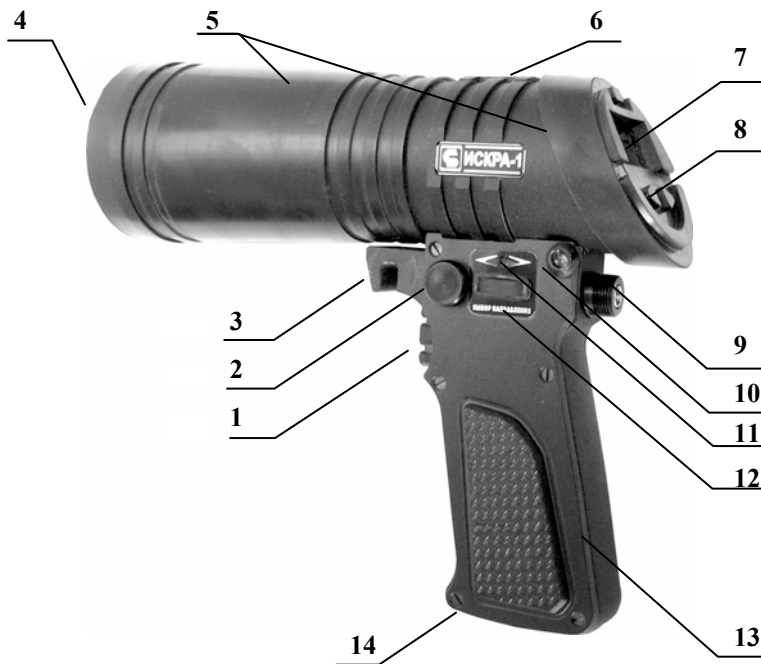

Рис.1. Конструкция измерителя скорости «ИСКРА-1»
9.1. Включение питания производится кнопкой, выполненной в виде курка ([1] Рис.1). Для включения питания следует нажать на курок и удерживать его в нажатом состоянии до появления индикации на табло, сопровождающейся коротким звуковым сигналом.
9.5. Кнопка выбора направления движения измеряемых целей находится на рукоятке прибора [12] (Рис. 1)6.
9.6. Индикаторы выбранного направления выполнены в виде светодиодных стрелок и располагаются на рукоятке [11] (Рис. 1)6.
9.7. Гнездо подключения шнура питания находится на задней поверхности рукоятки [9] (Рис. 1).
Для начала работы нажмите на кнопку-курок измерителя [1] (Рис. 1) и удерживайте нажатой около 2 секунд. После короткого звукового сигнала кнопку следует отпустить, на индикаторе на короткое время появится символ **5** (режим инициализации), после чего индикатор должен показать режим работы: **≡P≡** (красная буква "P" и по три горизонтальных сегмента слева и справа от нее). После включения устанавливается ручной стационарный режим при максимальном уровне чувствительности. Через 5 секунд горизонтальные сегменты погаснут. **Прибор готов к работе.**